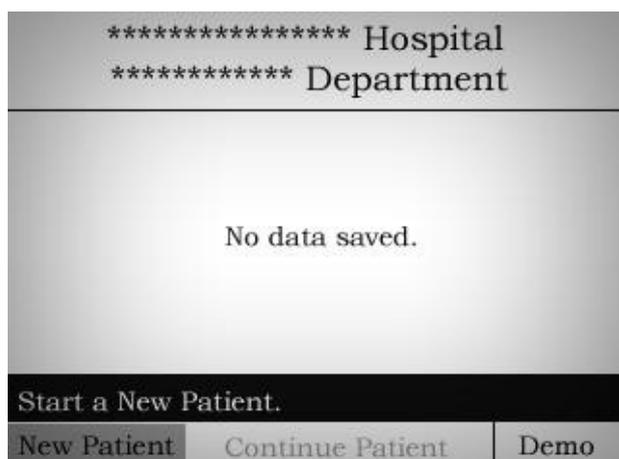
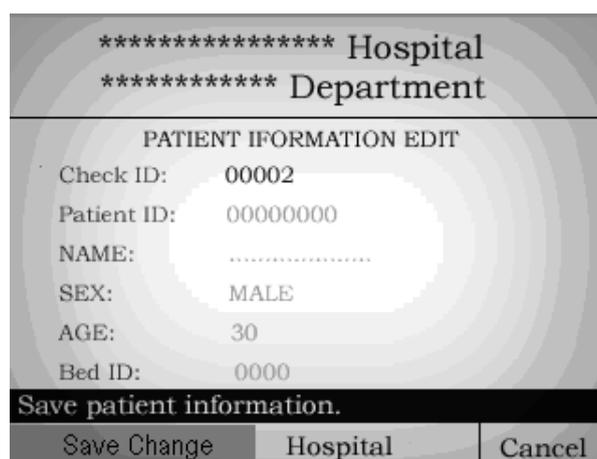

Figure 3.6
Figure 3.7
- Le moniteur est utilisé pour la première fois après sa sortie d'usine ou lorsque le système a été mis à niveau. Ensuite, l'interface est montrée à la figure 3.6. Sélectionnez «**New Patient**» à l'aide du bouton de commande et appuyez dessus pour modifier les informations. Les médecins sélectionnent «**Hospital**» et appuyent dessus pour modifier les informations. Enfin, les médecins sélectionnent respectivement «**Save Change**» pour enregistrer ces informations, comme illustré à la figure 3.7. Une fois le nouveau patient connecté, les informations «**No Data Saved**» disparaîtront et entreront dans l'interface principale de suivi. Si le médecin souhaite annuler l'opération, il peut sélectionner «**Cancel**».